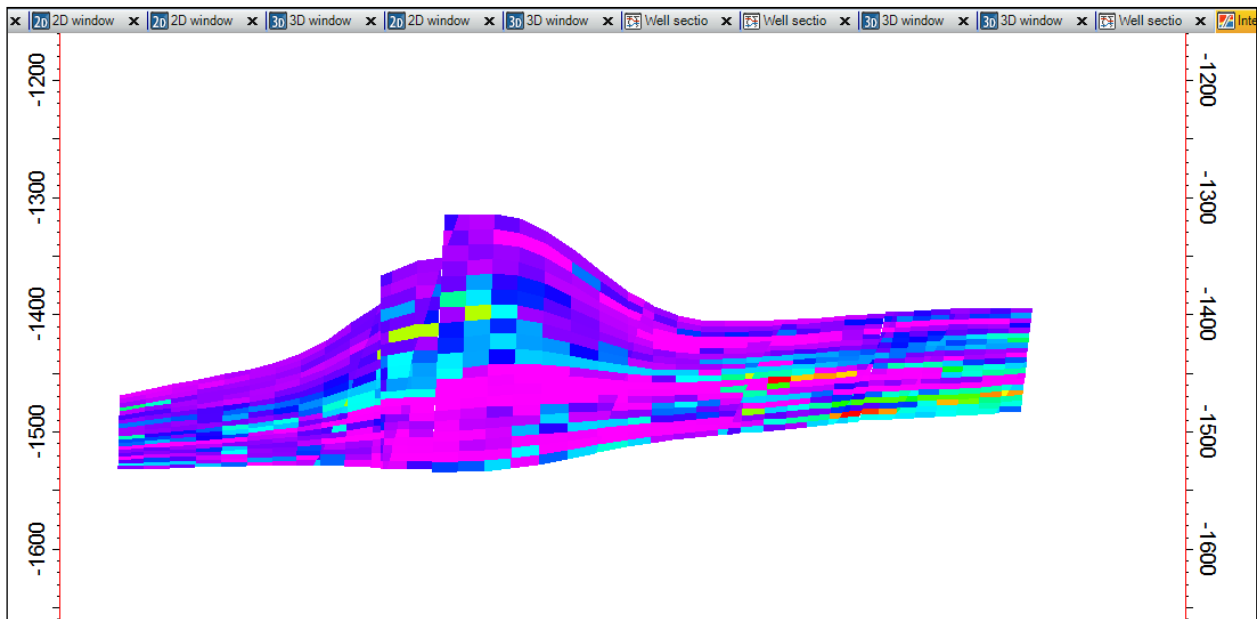

Рис.17.8.
Откроется новое окно визуализации. Для отображения в нем уже выбранного среза, нажмите на один из кружочков около моделей **Facies (U)**, **KP(U)** или **KPerm(U)** (рис.17.8).